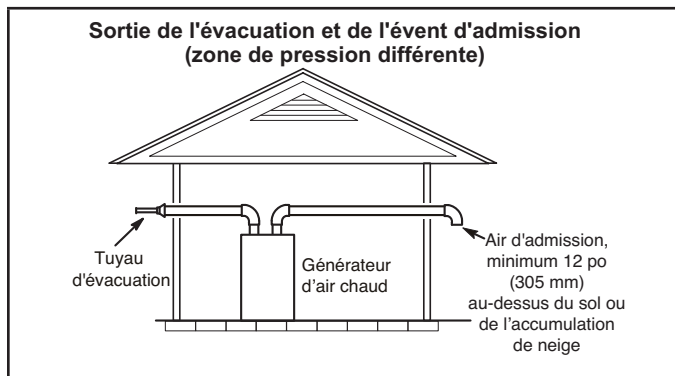
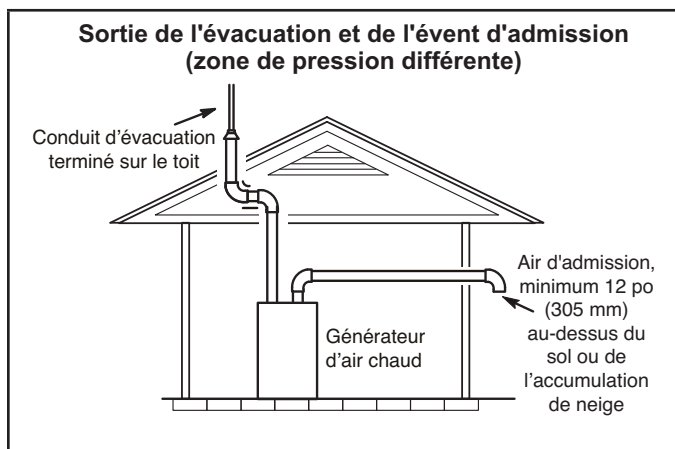

FIGURE 35
FIGURE 36
- 1 - Il n'est pas nécessaire que les terminaisons d'évacuation se trouvent dans la même zone de pression. L'admission peut sortir d'un côté de la structure et l'évacuation d'un autre côté (FIGURE 35). L'évacuation peut sortir par le toit et l'admission par le côté de la structure (FIGURE 36).